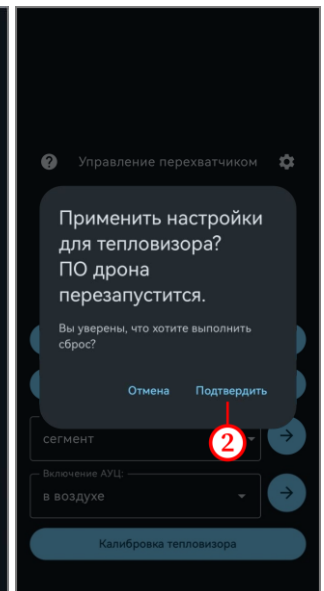

Рисунок 13
- на открывшейся форме нажать на кнопку «Подтвердить» (рисунок 13, шаг 2);